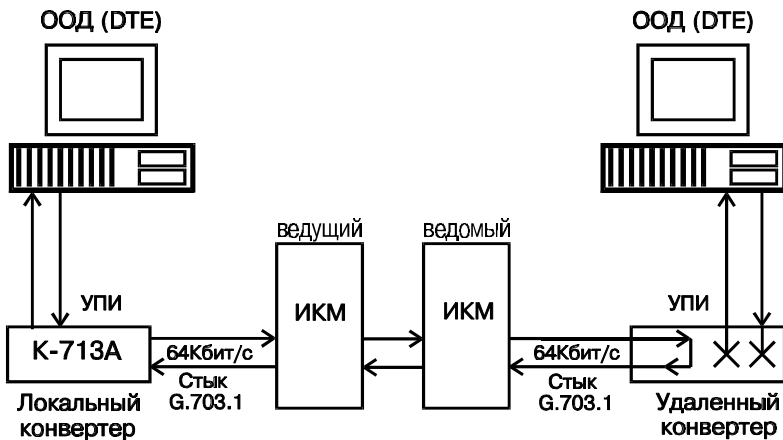

Рисунок 11. Проверка в режиме Удаленный шлейф (RDL)
Режим проверки *Удаленный шлейф (Remote Digital Loopback)* обеспечивает возможность полной проверки канала передачи данных, образованного с помощью двух однотипных конвертеров. Рисунок 11 иллюстрирует принцип проверки *Удаленный шлейф (RDL)* в одном направлении. Аппаратура конвертера позволяет выполнить проверку канала передачи данных как с помощью ООД (DTE), так и в автономном режиме с помощью встроенного анализатора – *BER*-тестера.
Для организации проверки канала передачи данных в режиме *Удаленный шлейф (RDL)* с помощью ООД (DTE) необходимо подключить конвертеры и установить необходимый режим преобразования. Затем на одном конвертере, назовем этот конвертер **ЛОКАЛЬНЫМ**, необходимо установить тумблер **RDL-o-LL** в положение **RDL**. На другом конвертере, см. Рисунок 11, назовём его **УДАЛЕННЫМ**, тумблеры должны находиться в среднем положении (рабочий режим).
Режим проверки *Цифровой шлейф (Digital Loopback)* обеспечивает в частности возможность проверки канала передачи данных, в котором конвертер K-713A используется только с одной стороны. Рисунок 11 иллюстрирует принцип проверки *Цифровой шлейф (DL)* в одном направлении.